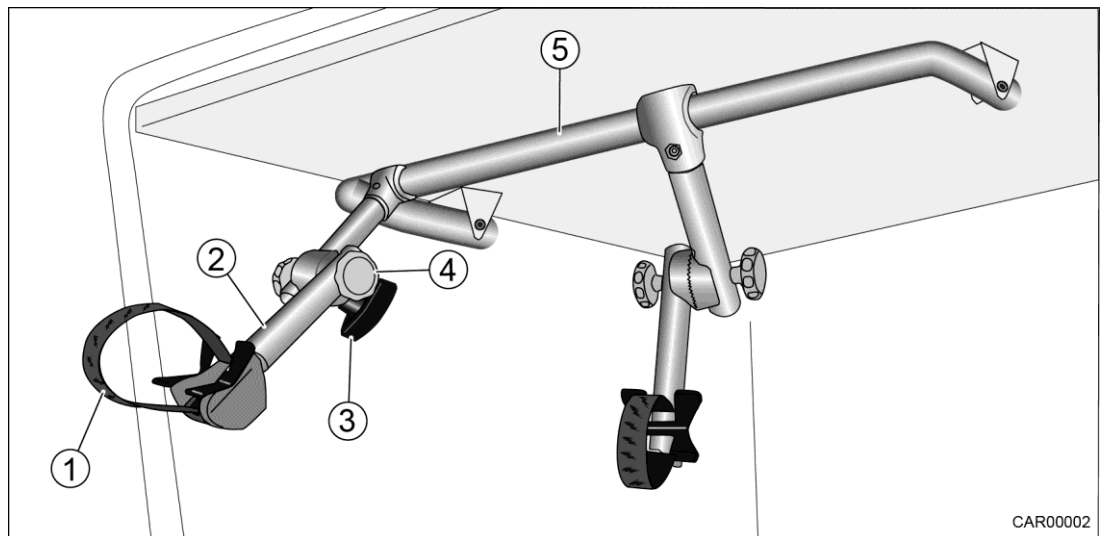

Fig. 5 Barres de fixation dans le garage à vélo électrique
5. Rabattre l'étrier (Fig. 5/5) vers l'avant.
12. Pivoter l'étrier (Fig. 5/5) avec les barres de fixation (Fig. 5/2) vers le bas.
13. Desserrer les deux vis (Fig. 5/3 et 4).
14. Pivoter la barre de fixation (Fig. 5/2) sur la position souhaitée.
15. Serrer à fond les vis (Fig. 5/3 et 4).
16. Fixer le volant du vélo électrique avec la courroie dentée (Fig. 5/1) à la barre de fixation (Fig. 5/2).